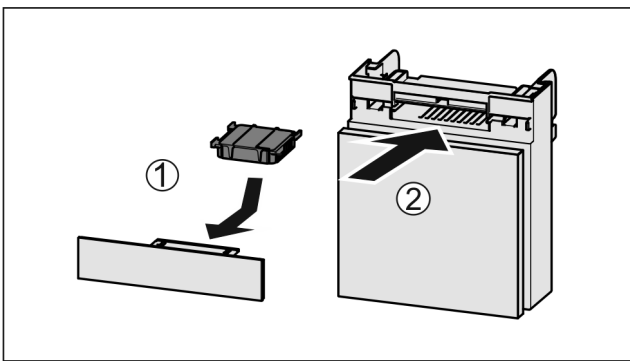

Fig. 86
- ▶ Introduzca el compartimiento Fig. 86 (2).